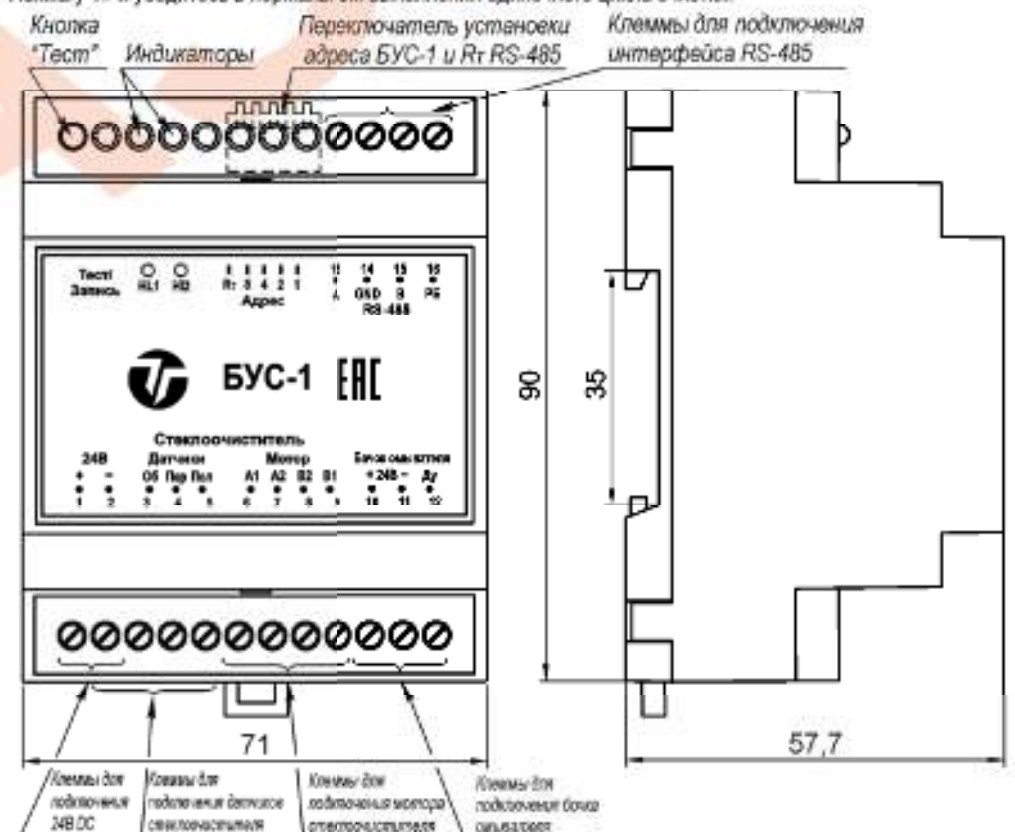

Рис.3 Внешний вид и габаритные размеры БУС-1.
- Блок управления стеклоочистителем БУС-1 (см. рис.3)
Предназначен для тестирования оборудования. Запуск одиночного цикла очистки осуществляется командой управления протокола PelcoD «Set Auxiliary 1» (см. табл.1) или кнопкой «Тест/Запись» на блоке БУС-1 (см.рис. 3).